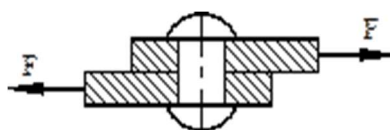

Рисунок 30
4. Определить необходимое количество заклепок диаметром 20 мм для соединения внахлестку двух листов толщиной 8 мм и 10 мм (рис.30). Сила  $F$ , растягивающая соединение, равна 200 кН. Допускаемые напряжения: на срез  $[\tau] = 140$  МПа, на смятие  $[\sigma_c] = 320$  МПа.